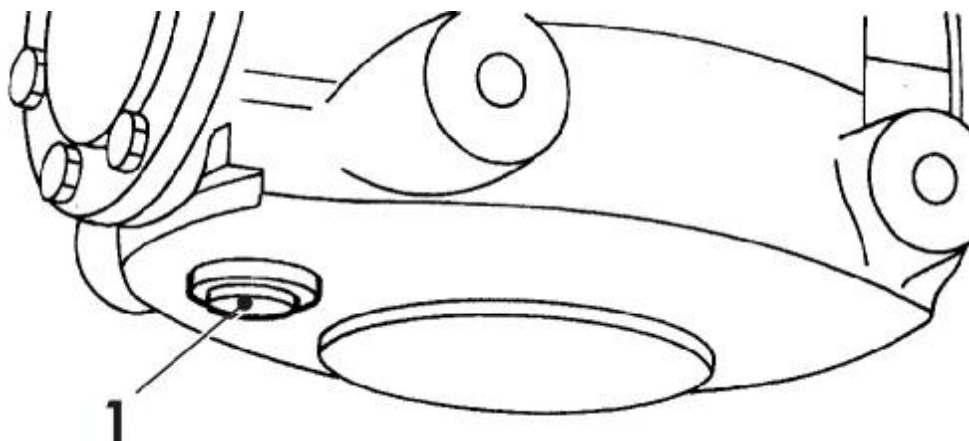

Рис.20 Сливная пробка редуктора
2. Открыть сливную пробку 1 (рис. 20), подождать, когда масло выйдет из полости редуктора в специальную посуду, затем закрутить пробку на место.